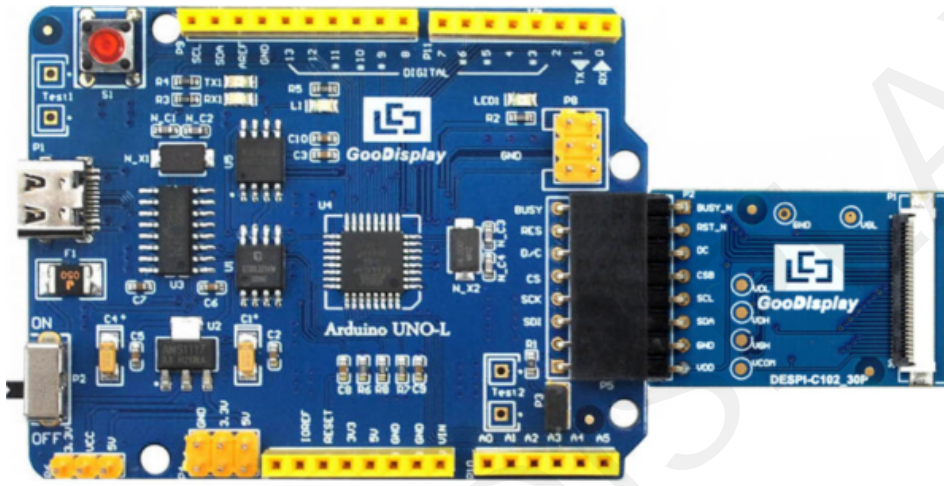
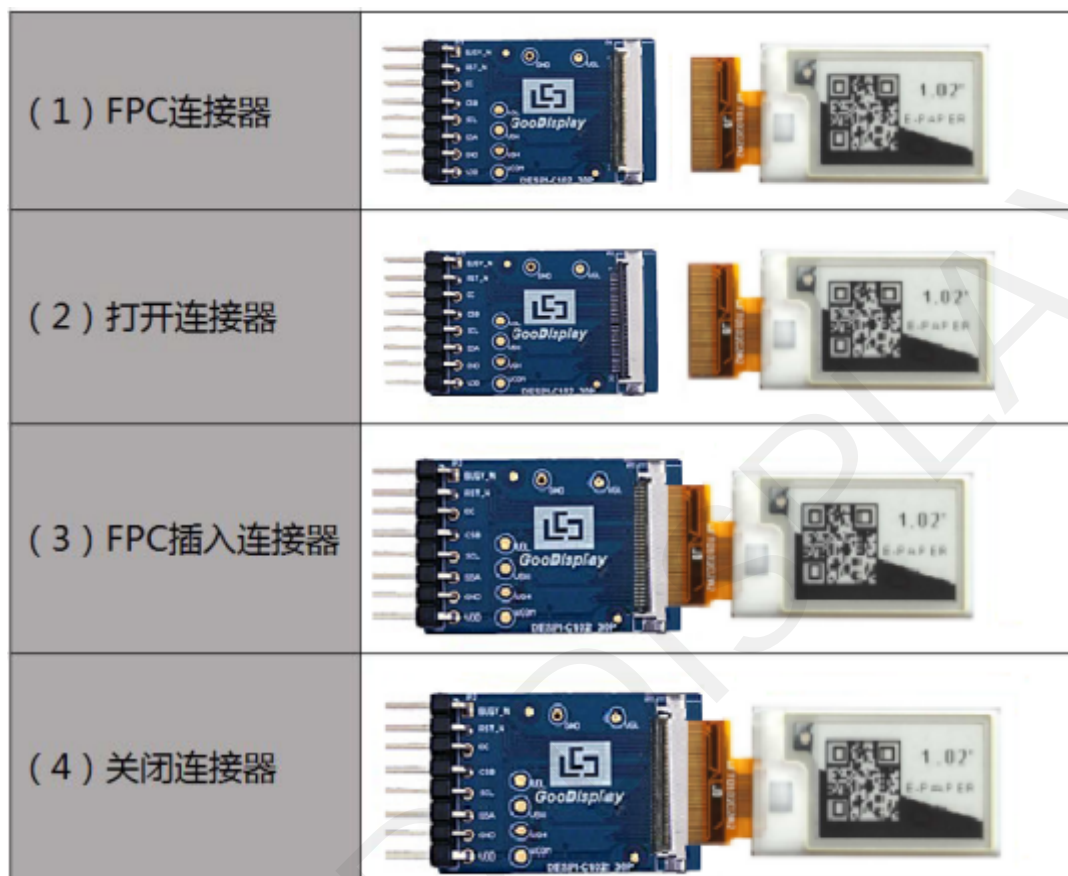

图 3 主板与转接板连接方式
图 4 电子纸显示屏与转接板连接方式
1)将主板和转接板以图3所示方式相连,将电子纸**显示屏**FPC以图4所示方式连接至转接板的连接器(注意电子纸**显示屏**的连接方向)。